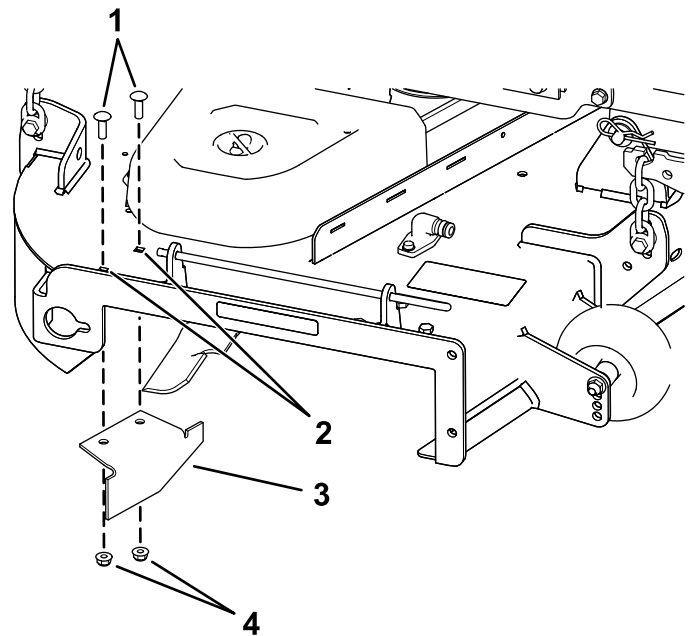

Figure 37
14. Localisez le déflecteur d'ouverture dans les sachets des pièces détachées, retirez les fixations des trous arrière de la plaque d'éjection et fixez le déflecteur sur l'ouverture d'éjection latérale du plateau de coupe (Figure 37).